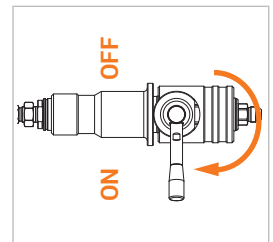

Abbildung 4
- ▶ Drehen Sie den Betätigungshebel (Pos. 3) der Füllkupplung vollständig um 180° in die ON-Position (*Abbildung 4*).